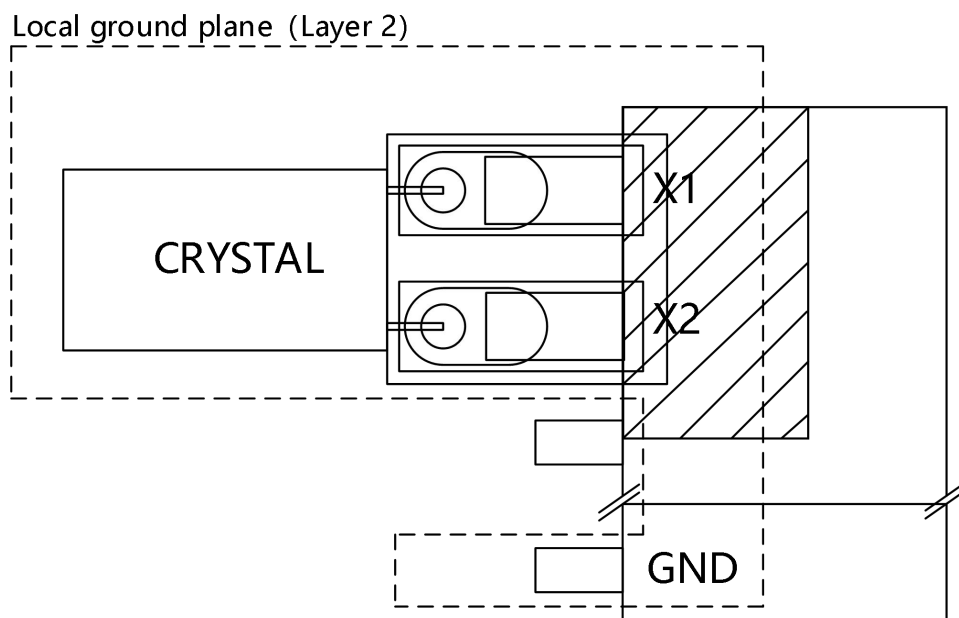

图 5. 推荐的晶体局部接地层
5. 在 PC 电路板上紧挨晶体放置局部接地层也会起到将晶体与电路板其它层信号的噪声耦合进行绝缘的作用。这里要注意接地层只能在晶体附近，不能覆盖整个电路板，图 5 所示为局部接地层示意。接地层外缘不能大于保护环境外缘。